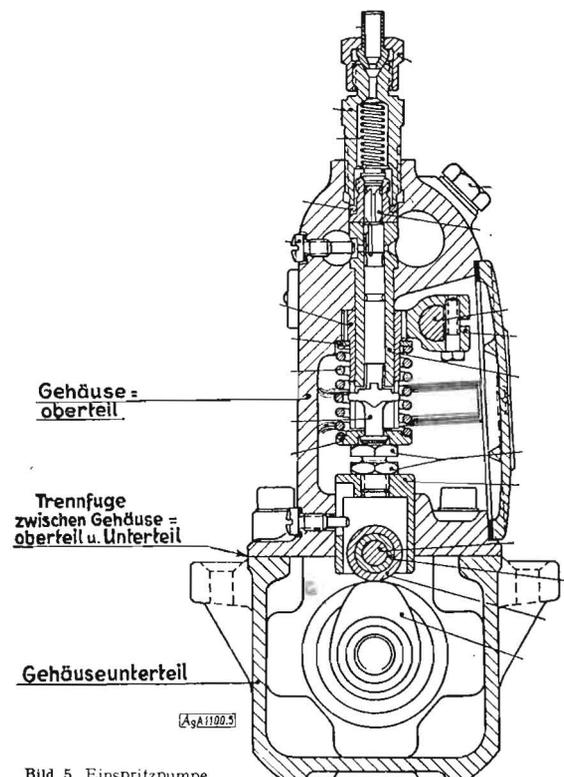

Bild 5. Einspritzpumpe.
d) Die Einspritzpumpe (Bild 5)